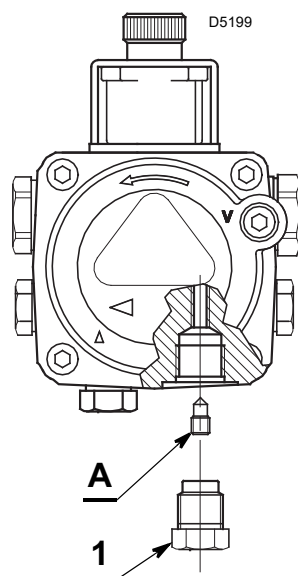

Fig. 10
La pompe est prévue pour un fonctionnement en bitube. Pour le fonctionnement en mono-tube, il faut dévisser le bouchon de retour 1), enlever la vis de by-pass (A) et ensuite revisser le bouchon 1) (Fig. 10).